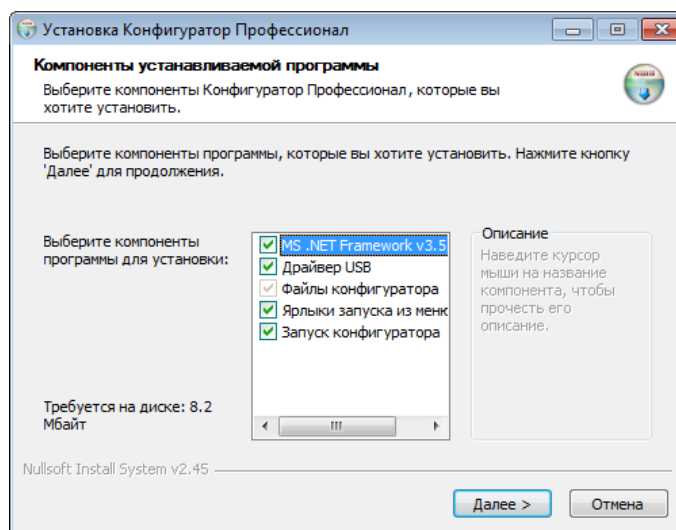

Рисунок 4.1 — Окно *Компоненты устанавливаемой программы*
4. В открывшемся окне оставьте установленными все флажки и нажмите кнопку  (см. рисунок 4.1).